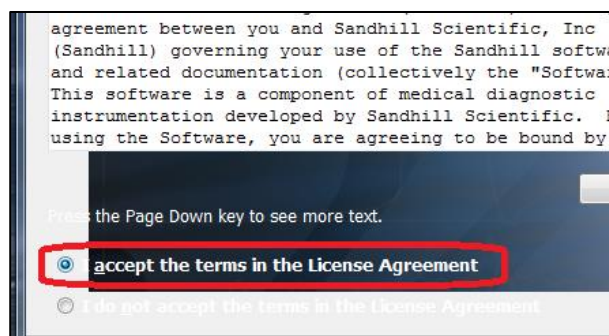

図 8 ライセンスの承認
- ⑦ ライセンス認証の画面が出てくるので、“accept the terms in the License Agreement”のラジオボタンをクリックします (図 8)。
- ⑧ Sandhill Suite のインストールが実行されます。
- ⑨ ようこそ画面が開きます。
- ⑩ インストールの指示に従って、インストールを完了します。
- ⑪ インストール CD を取り出します。